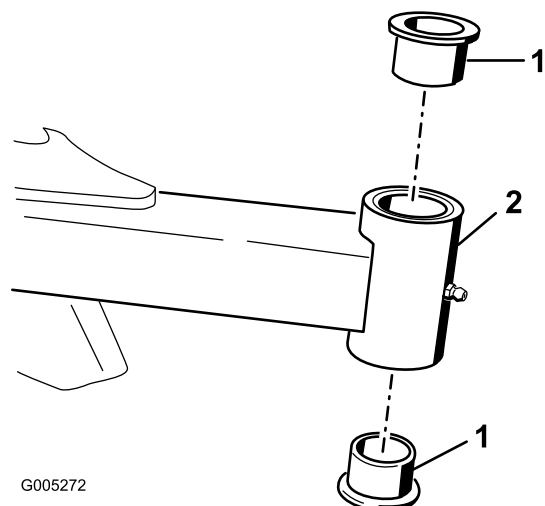

Figura 17
4. Introduza um punção para cavilhas na zona superior ou inferior do tubo de montagem e retire o casquilho para fora do tubo (Figura 17). Retire igualmente o outro casquilho do tubo. Limpe o interior dos tubos para remover a sujidade.